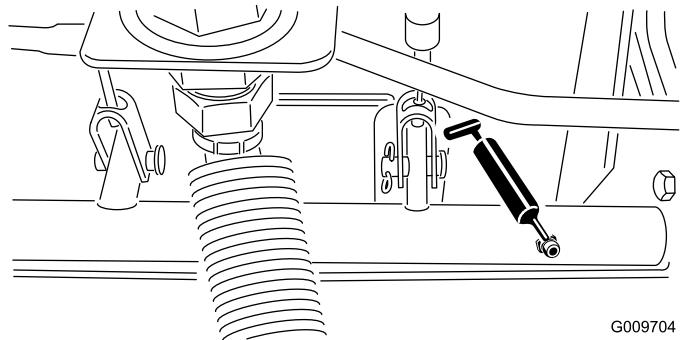

Bild 112
- Bremsstangen-Drehlager (5), siehe Bild 112